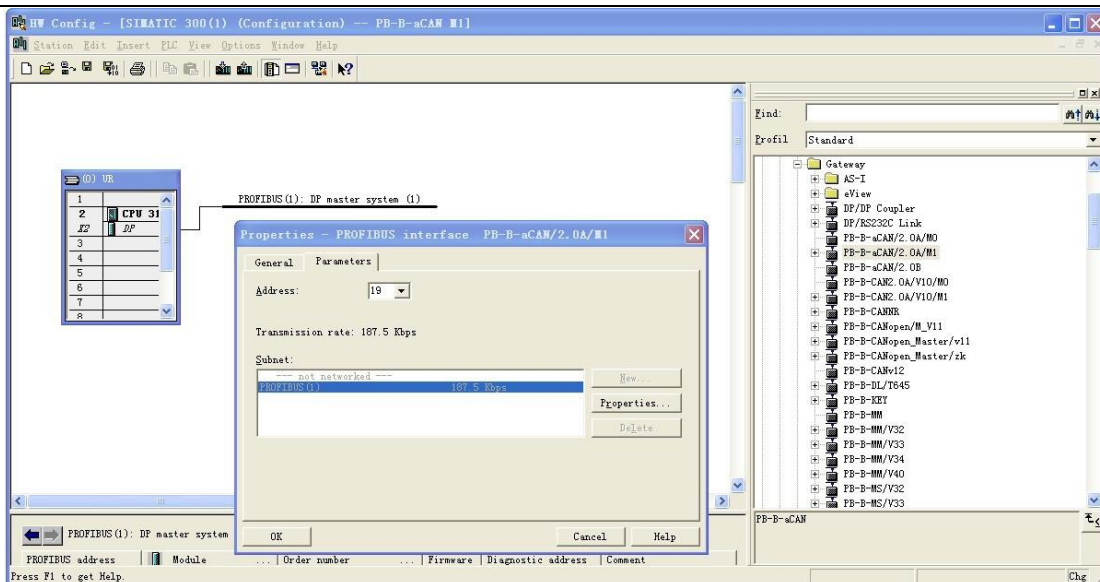
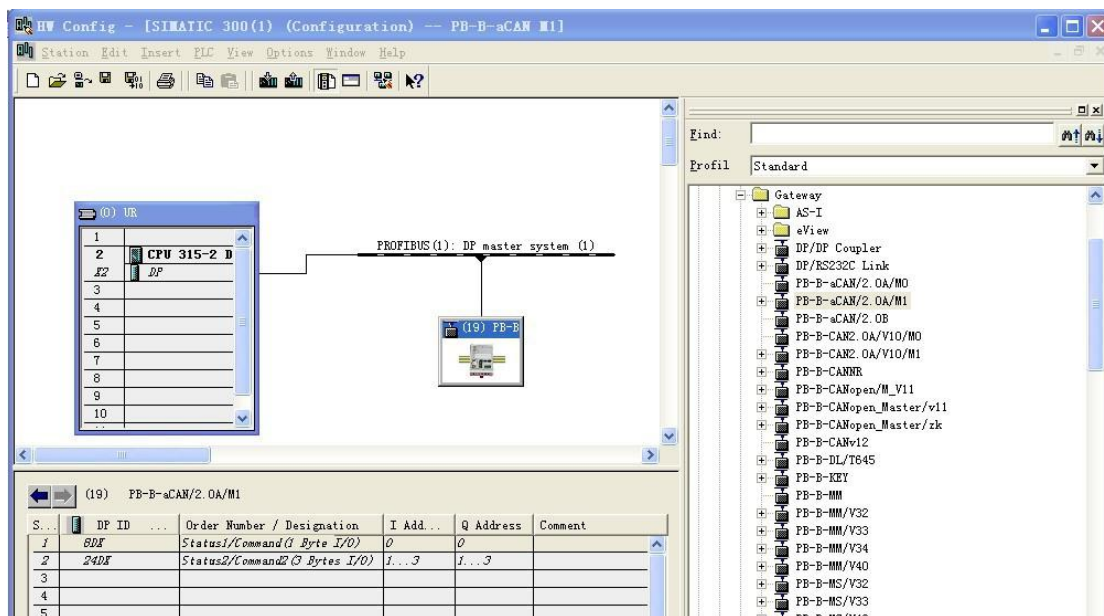

图4-6
图4-7
点中 PROFIBUS(1) DP master system(1)，使其选中横线变黑，打开 Hardwear\Catalog\PROFIBUSDP\Additional Field Devices\ Gateway\ PB-B-aCAN/2.0A/M1 双击；(添加 GSD 文件方法在添加主站时已有描述)选择从站站号，本例选择从站站号为：19→“OK”，见图 4-6、图 4-7。